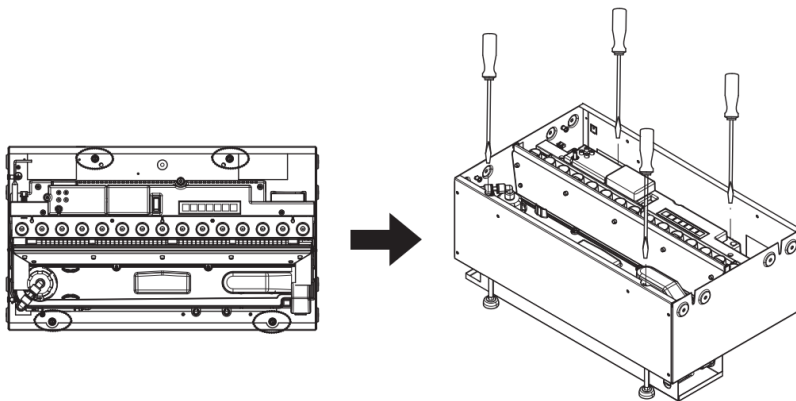

Fig.5
2. Stellen Sie sicher, dass sich das Produkt auf der richtigen Höhe befindet. Sie können die verstellbaren Füße mit einem Flachkopf-Schraubenzieher anpassen. (Abb. 5)